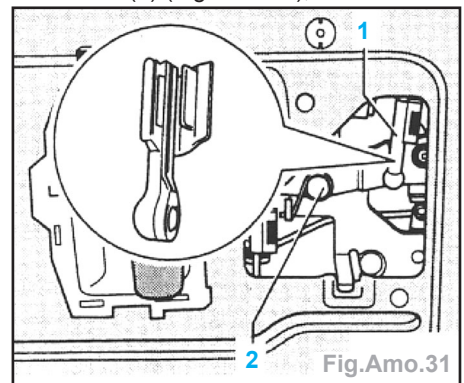

Fig.Amo.31
- déclipser la rotule (1) (rotule de la serrure supérieure) de la commande de serrure (2) (Fig.Amo.31),